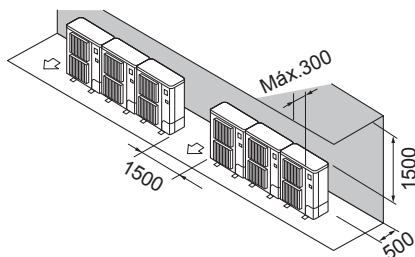

Fig. 2-10
- ② Obstáculos sólo en la parte trasera y superior (Fig. 2-10)